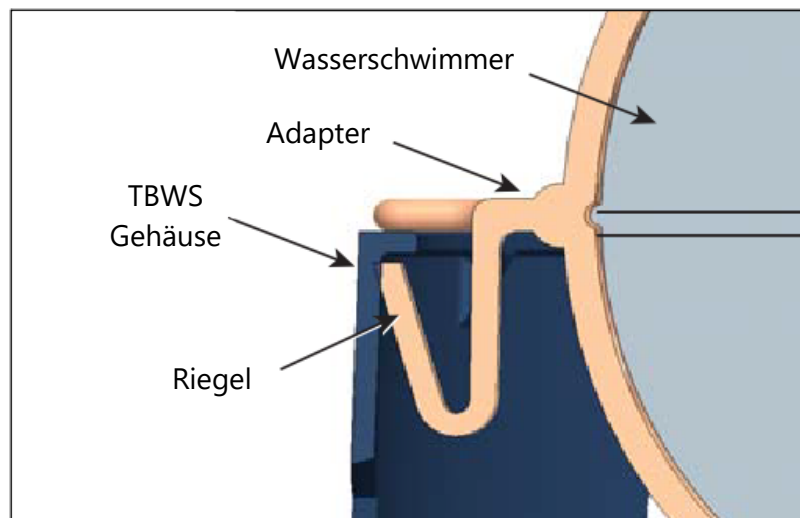

Abbildung 3: Korrekte Adapterverriegelung unter dem LLWS-Gehäuseflansch
- Überprüfen Sie die sechs Verriegelungen auf dem Adapter, um sicherzustellen, dass sie vollständig unter dem Flansch des LLWS-Gehäuses eingerastet sind. Andernfalls kann es zu einem Ablösen des Low Level Wasserschwimmers kommen (siehe Abbildung 3).